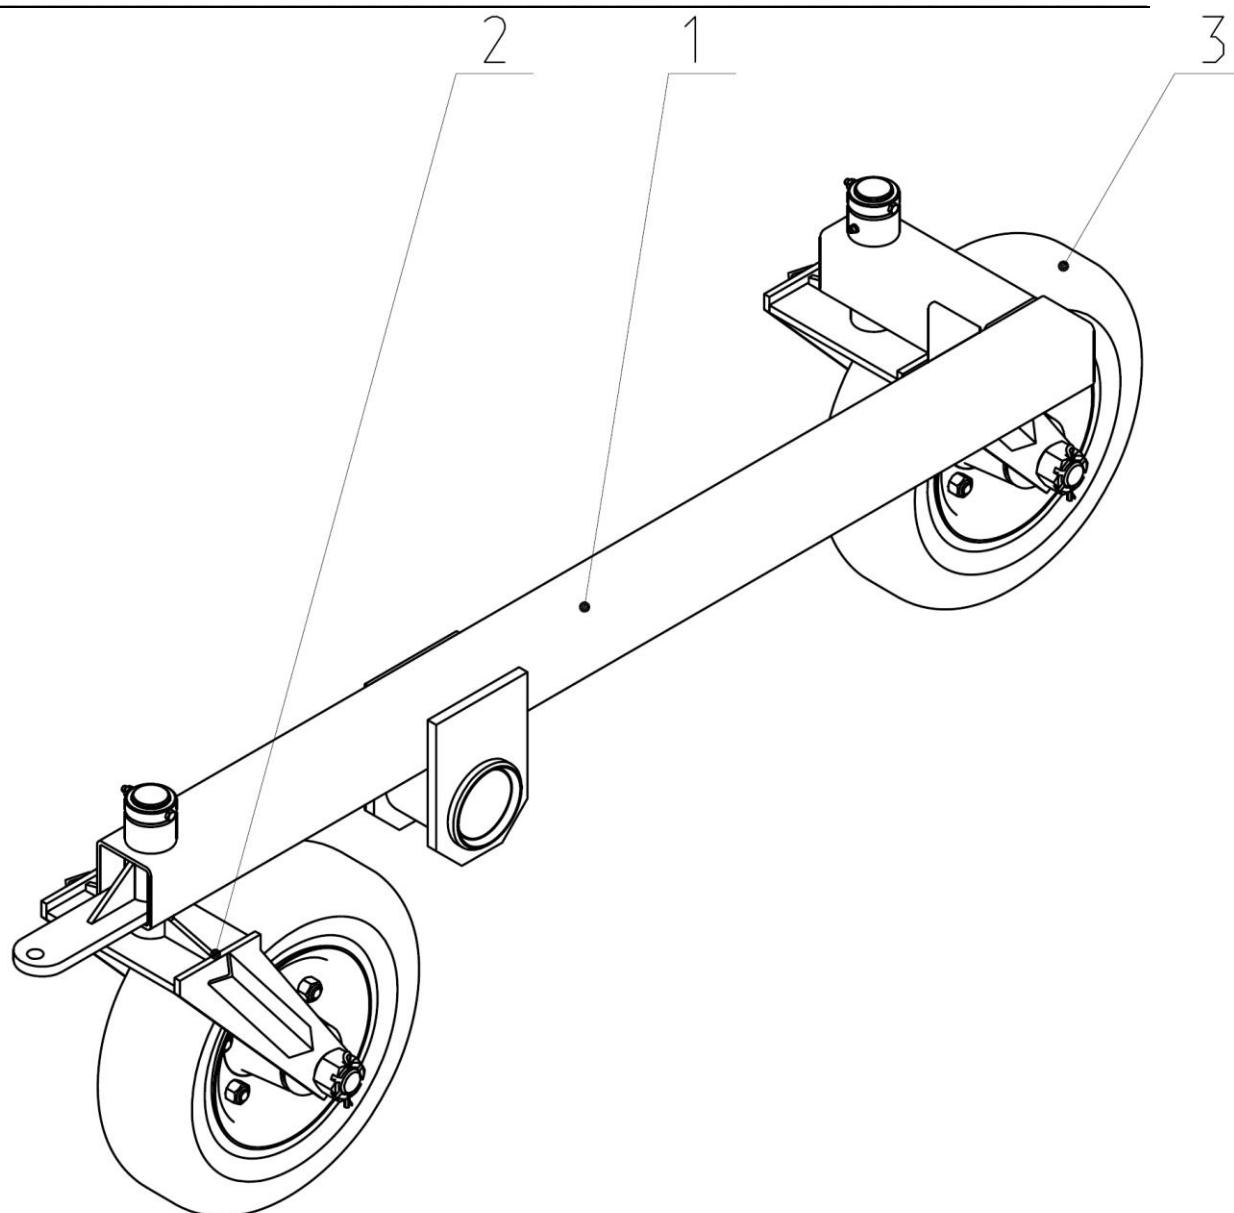

Рис.13. ЛДГ 03.010 Колесная пара.
2.28. Колесная пара ЛДГ 03.010 правая (Рис. 13) является опорной частью правого бруса и служит для передвижения бруса вместе с лущильником.